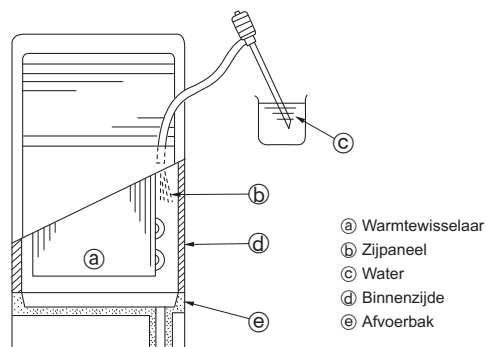

Fig. 5-2
5.2. Controle van de afvoer (Fig. 5-2)